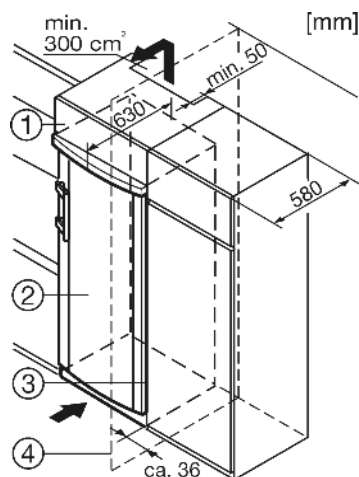

Fig. 8
- (1) Дополнительный шкафчик
(2) Устройство
(3) Кухонный шкаф
(4) Стенка
Устройство может быть окружено предметами кухонной обстановки. Чтобы уравнять устройство Fig. 8 (2) по высоте с кухонной стенкой, можно установить над устройством соответствующий дополнительный шкафчик Fig. 8 (1).
При комбинировании с обычными кухонными шкафами (глубина макс. 580 мм) устройство можно установить непосредственно рядом с кухонным шкафом Fig. 8 (3). Дверца устройства выступает по сторонам на 34 мм и по центру устройства на 50 мм относительно передней стенки кухонного шкафа. Поэтому ее можно свободно открывать и закрывать.
Если устройство установлено на шарнирах у стены Fig. 8 (4), то расстояние между устройством и стеной должно быть не менее 36 мм. Настолько выступает ручка при открытой дверце.